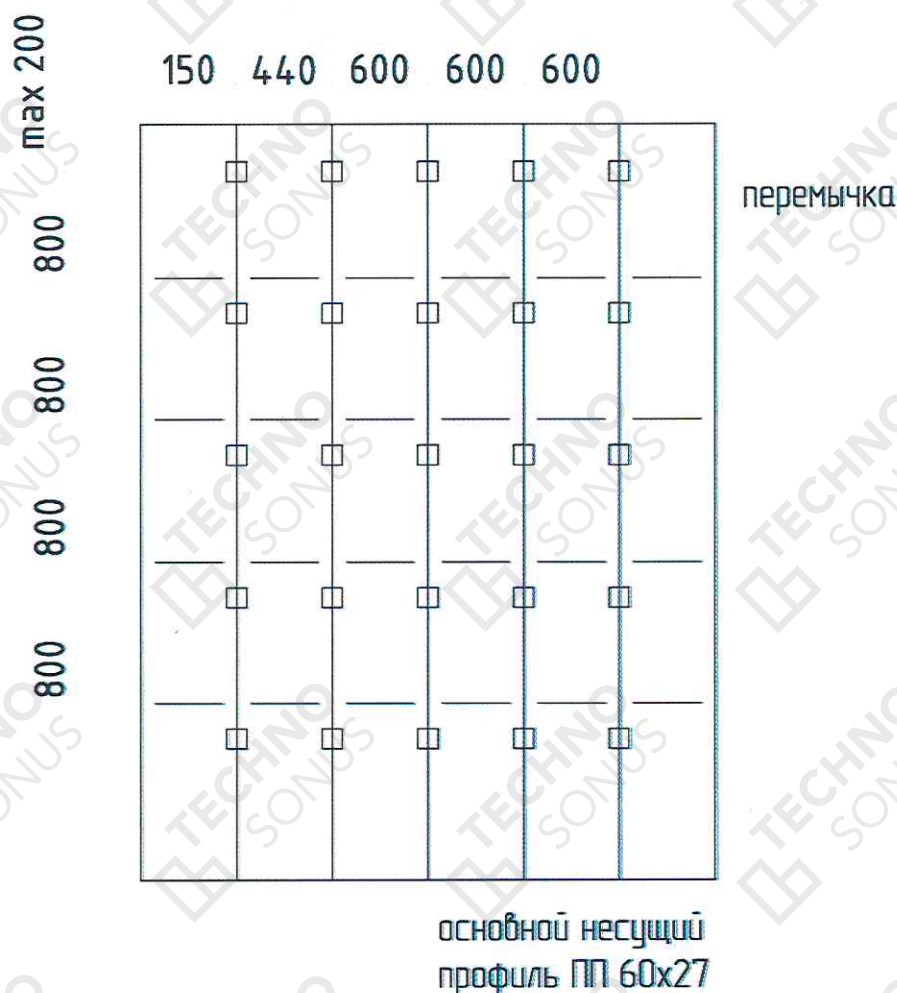

Рисунок 17 – Схема расположения виброподвесов Сонокреп
6.4. В соответствии с разметкой крепим на изолируемую поверхность виброподвесы Сонокреп ЕП20/М6 с помощью фиксирующих крепежных элементов (фиксирующие крепежные элементы подбираются самостоятельно в зависимости от состава изолируемого основания, функциональности помещения и требований к безопасности). Первый виброподвес устанавливается от стены на расстоянии 150 мм вдоль которой будет крепиться основной (несущий) профиль, от перпендикулярной стены отступаем не менее 200 мм. Следующий ряд виброподвесов устанавливается через 440 мм от первого ряда. Далее шаг профилей 590 мм параллельно основным профилям. Шаг виброподвесов 800 мм по основному профилю. На перемычки виброподвесы не устанавливаются (рисунок 17).